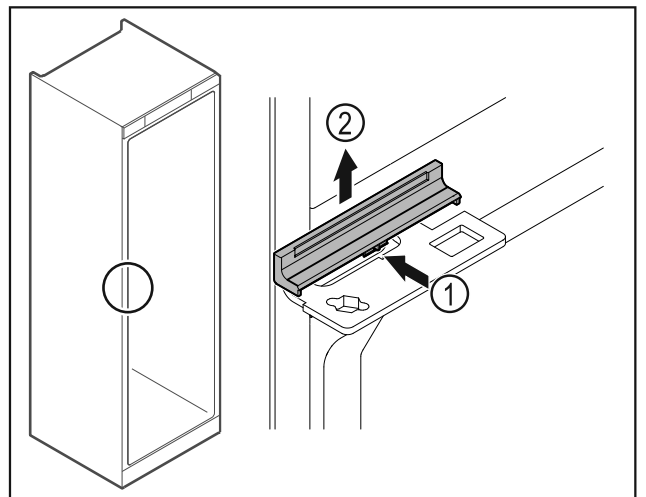

Fig. 43
- Appuyer légèrement sur le centre du cache Fig. 43 (1) et le retirer par le haut Fig. 43 (2).